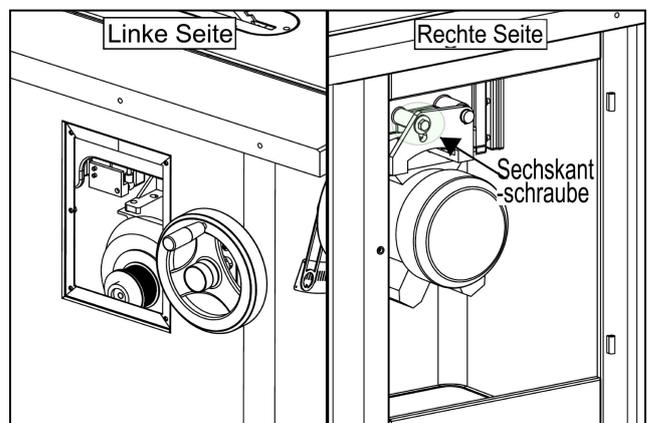

Abb.25
1. Senken Sie das Sägeblatt vollständig ab, öffnen Sie dann die Motorabdeckung (rechte Seite), entfernen Sie das Reparaturpanel (linke Seite), siehe **Abb.25**.